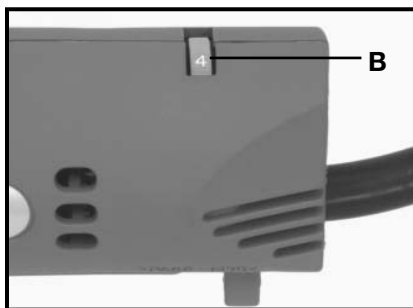

Fig. 15A
La vitesse se règle en tournant la molette (B) Fig. 15A. La position No. 1 de la molette correspond à la vitesse de fonctionnement la plus lente (2100 courses par minute) et la position No. 6 correspond à la position la plus rapide (6000 courses par minute). On peut modifier la vitesse pendant que le moteur tourne ou pendant qu'il est à l'arrêt.